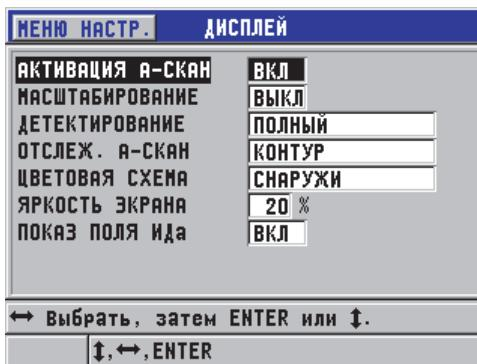

Рис. 4-4 Экран ДИСПЛЕЙ
2. В окне **ДИСПЛЕЙ** (см. Рис. 4-4 на стр. 57) выберите необходимый параметр и задайте нужное значение:
2. В окне ДИСПЛЕЙ (см. Рис. 4-4 на стр. 57) установите ЦВЕТОВАЯ СХЕМА на ВНУТРИ или СНАРУЖИ.
2. В окне **ДИСПЛЕЙ** (см. Рис. 4-4 на стр. 57) установите **ЯРКОСТЬ ЭКРАНА** на желаемый уровень.